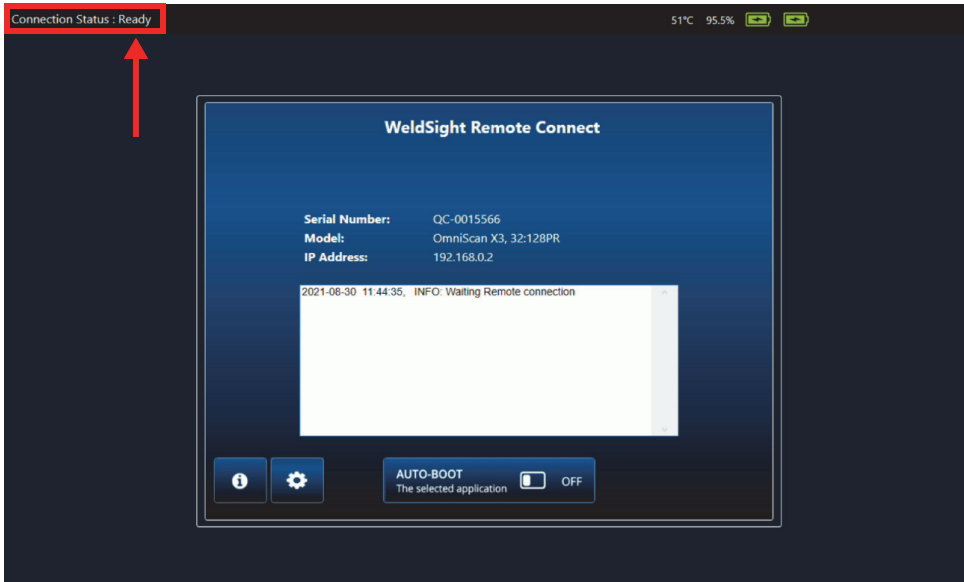

图 7-5 连接状态：就绪
5. 当OmniScan X3探测到与PC机的有效连接时，WeldSight Remote Connect（WeldSight远程连接）中的状态应该从**Not Ready**（未就绪）变为**Ready**（就绪）（参见第78页的图 7-5）。